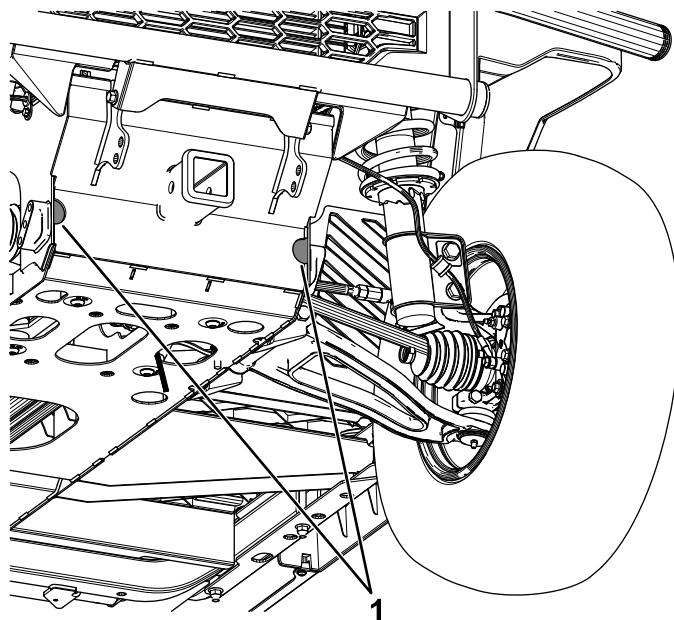
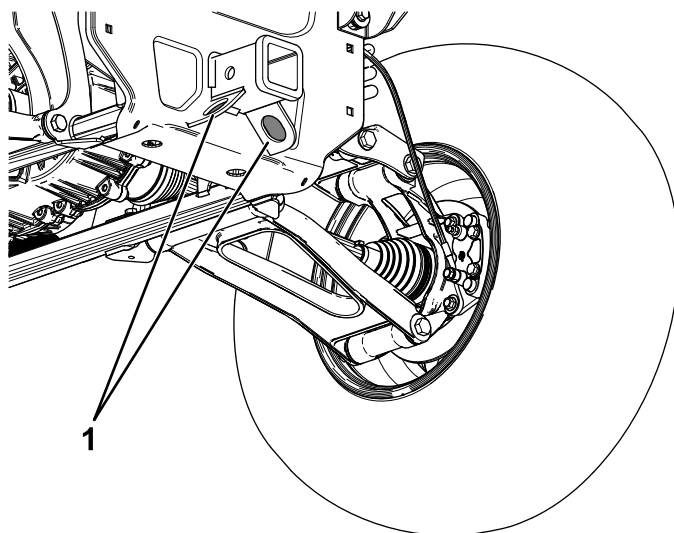

Figura 49
Figura 50
Consulte en Figura 49 y Figura 50 la ubicación de los puntos de amarre de la máquina.
1. Conecte un cable de remolque al punto de remolque, en la parte delantera del bastidor de la máquina (Figura 49).